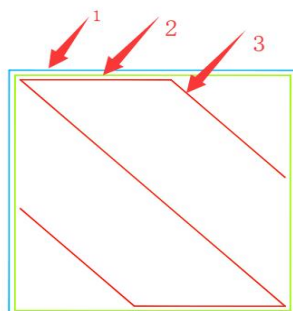

图 19，单层 Gcode 示意图
S 形填充即线形填充的改进版，如图 19 中 3 号轨迹，其行走轨迹类似于 S，也可称作锯齿形，会将相邻填充线的末端连接起来，使填充结构与模型侧面粘接更紧密。
(2)先填充后打印轮廓：即用于选择是否先打印模型填充部分然后再打印轮廓(内外壳)，如选中此选项，会先打印图 19 中路径 3（填充），然后再打印路径 2(内壳)和路径 1(外壳)；
(3)先打外轮廓再打内轮廓：即用于选择是否先打印模型外部轮廓后打印内部轮廓，如选中此选项会先打印图 19 中的路径 1(外壳)，然后再打印路径 2(内壳)；